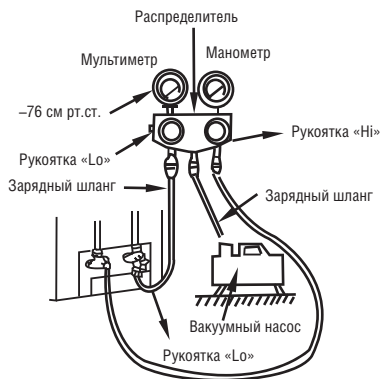

Рис. 40
**Удалите воздух при помощи вакуумного насоса (см. рис. 40). (См. руководство по эксплуатации вакуумного насоса для получения информации о способе использования распределителя).**